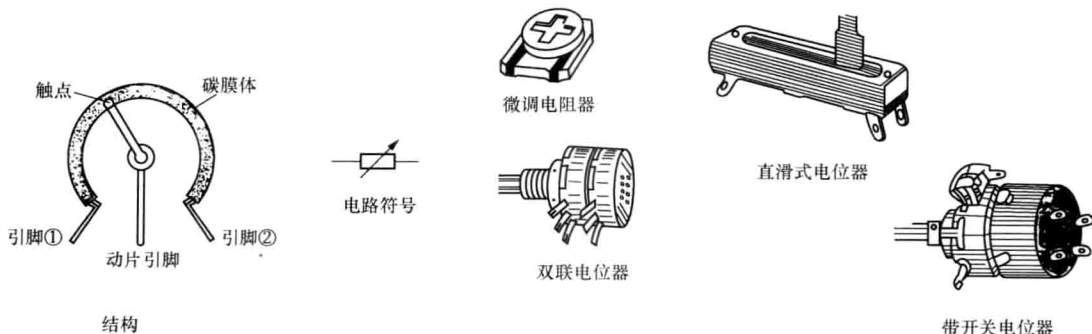

图 1-3 可变电阻器电路符号及外形
常用可变电阻器的电路符号及外形如图 1-3 所示。
可变电阻器的结构和电阻值变化的原理可用图 1-3 所示的结构图来说明。从图中可以看出，它的两根固定引脚接在碳膜体两端，碳膜体是一个电阻体，在两根引脚之间有一个固定的电阻值。动片引脚上的触点可以在碳膜上滑动，这样动片引脚与两固定引脚之间的阻值将发生大小改变。当动片触点顺时针方向滑动时，动片引脚与引脚①之间阻值增大，与引脚②之间阻值减小；反之，动片触点逆时针方向滑动，引脚间阻值反方向变化。在动片触点滑动时，引脚①、②之间的阻值是不变化的，但是若动片引脚与引脚②或引脚①相连通后，动片触点滑动时引脚①、②之间的阻值便发生改变。可变电阻器的阻值是指两个固定引脚之间的
图 1-3 带开关的电位器是组合电位器，其中三根引脚装置在一处，两根引脚为固定引脚，一根为动片引脚，开关引脚装置在另一处，通常是装在电位器的背面。这种带开关的电位器，在转柄旋到最小位置后再旋转一下，便将开关断开。在开关接通之后，调节电位器过程中对开关便没有影响，一直处于接通状态。图 1-3 中双联旋转式电位器又有同心同轴（调整时两个电位器阻值同时变化）和同心异轴（单独调整）之分。直滑式电位器的特点是操纵柄往返做直线式滑动，滑动时可调节电阻值。